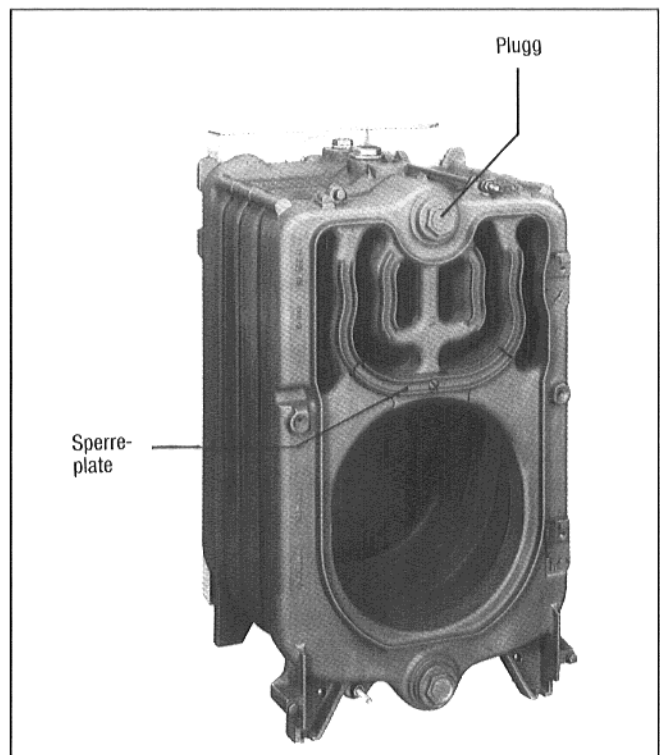

Fig. 13
2) Røkgasstemperaturen kan økes etter behov ved å fjerne sperre-platene i forelementet (se fig. 13). Ved røkgasstemperaturer under 160 °C må det utføres tiltak i røkgassanlegget for å forhindre at det oppstår skader på grunn av kondensasjon.
Pluggen pakkes i forelementet (fig. 13).